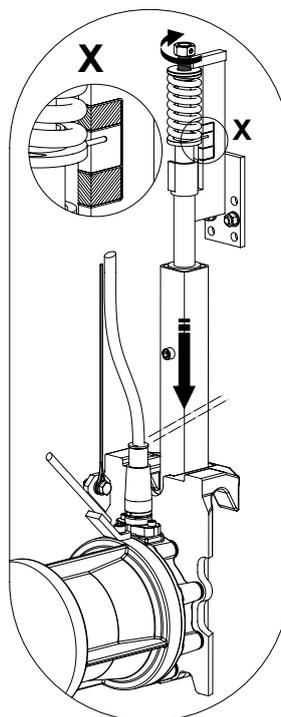

图 10. 锁定耦合装置
- 吊放下SB推流器并让其自动耦合到位。顺时针旋转导杆上端握持器上的螺栓(导杆下降), 直到导杆底端的楔子紧紧地固定在推流器的安装托架上。拧紧螺栓, 直至指示针在导杆握持器的绿色标记范围内(见图10)。